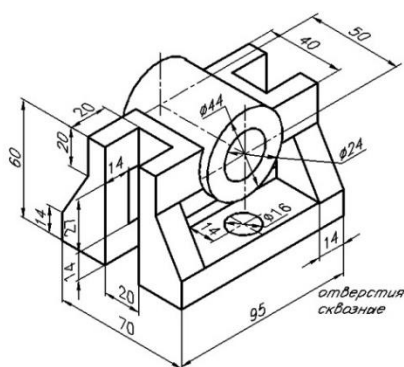

Рисунок 1. Пример детали для задания «Создание непараметрических чертежей»
- В режиме «Эскиза» построить чертёж детали (рис. 1);